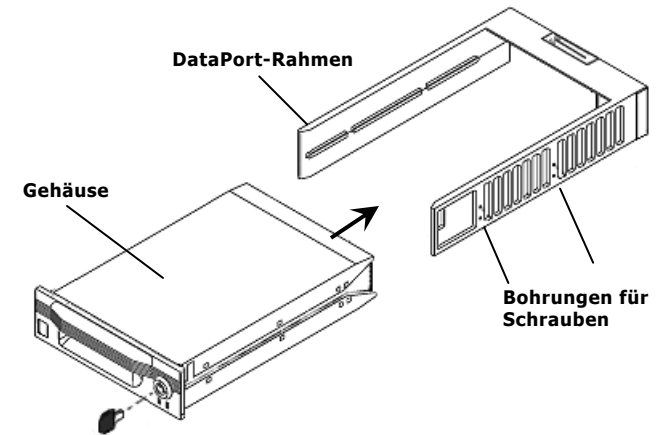

Abbildung 2 – Gehäuse (mit Abdeckungen) und Rahmen
7. Befestigen Sie den Rahmen mit den seitlich am Rahmen befindlichen Bohrungen und den mitgelieferten Schrauben am Computergehäuse (siehe Abbildung 2). Der DataPort verfügt auch auf der Unterseite über Bohrungen, falls der Rahmen unten befestigt werden muss.